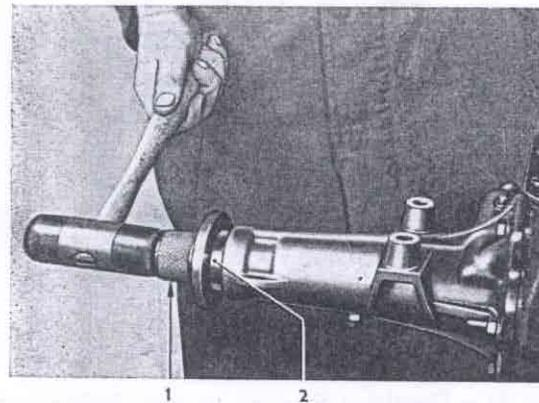

Bild 88 – Doppellippendichtring in Getriebegehäuseverlängerung einschlagen
53. Doppellippendichtring (88/2) mit Einpreßhülse SW-225 (88/1) in Getriebegehäuseverlängerung mit leichten Hammerschlägen bis zum Anschlag einschlagen (Bild 88).